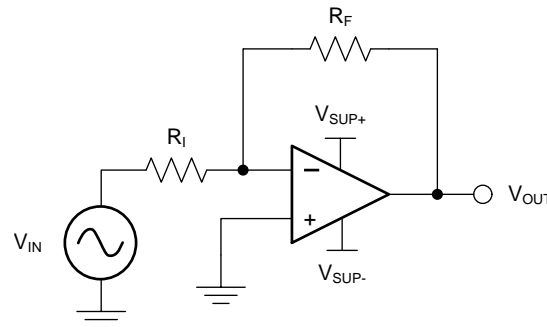

图 15. 应用电路原理图
运算放大器的典型应用是反相放大器（如 图 15 中所示）。反相放大器在输入端采用正电压，然后输出与输入端反相的信号，生成相同幅度的负电压。这种放大器还以相同方式使负输入电压在输出端变为正电压。此外，通过选择输入电阻器 (RI) 和反馈电阻器 (RF)，可以增加放大效果。